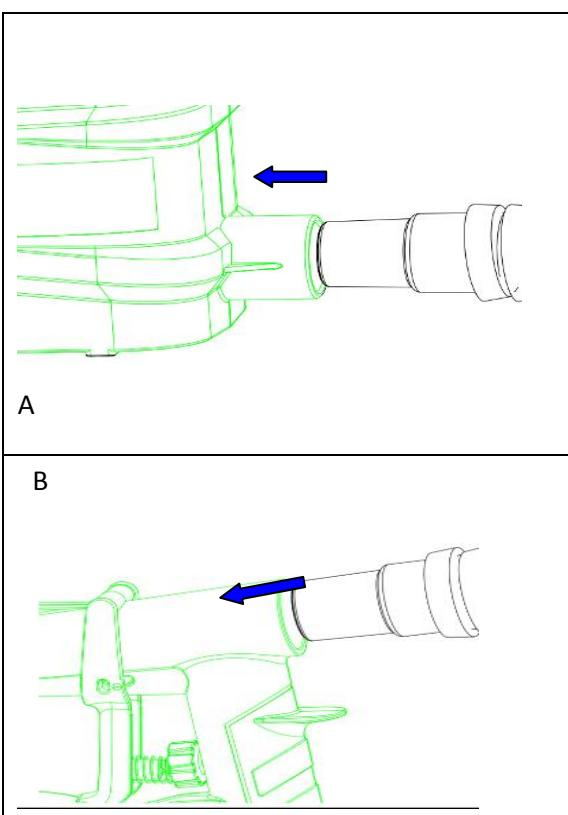

Fig 5
- Aliniati foarte bine furtunul de aspiratie (fig.5). Continutul din container poate fi pulverizat aproape in totalitate. Atunci cand vopsiti suprafete orizontale, invartiti furtunul de aspiratie in pozitie inainte (A). Atunci cand vopsiti obiecte deasupra capului dvs., invartiti furtunul de